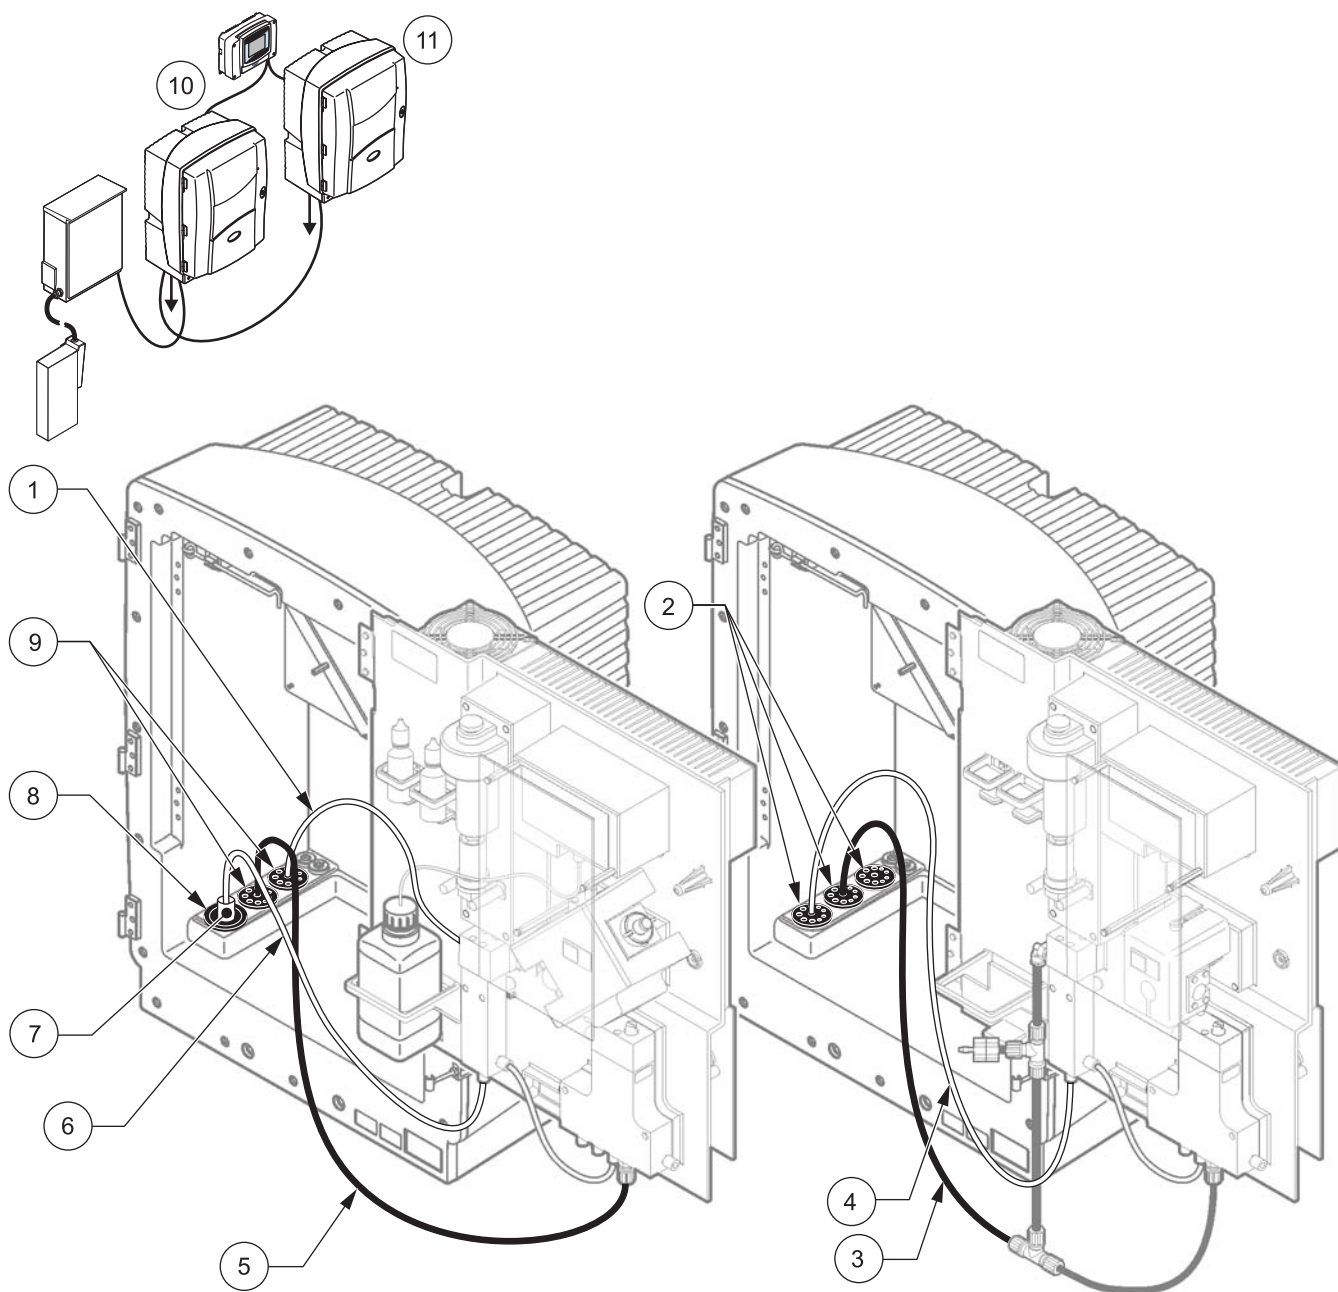

图 31 选项 8b 设置
请参考图 31 以及选项 8b 的以下说明：
- a. 通过分析器开口从 FILTRAX 引出加热的软管（图 31，项目 7）。使用 1 号密封塞加固。